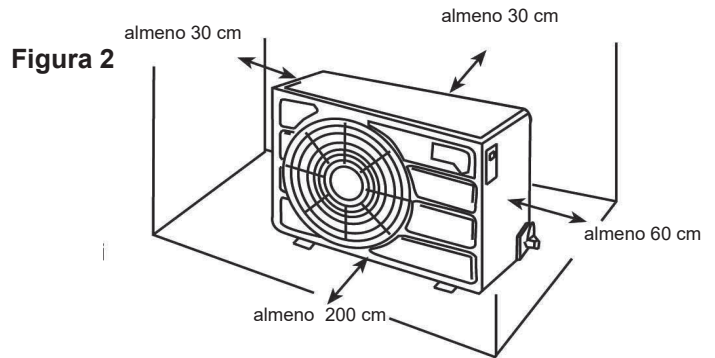

Figura 2
- Per assicurare una corretta areazione dell'unità, Vi preghiamo di rispettare le distanze indicate in Figura 2.